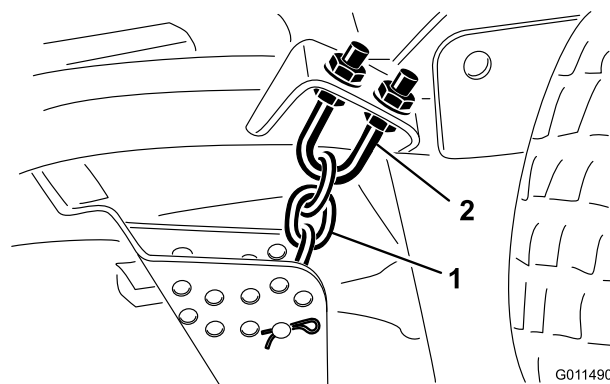

Figura 81
- Desaperte as porcas de retenção na zona superior ou inferior da cavilha em U da correia da altura de corte (Figura 81).